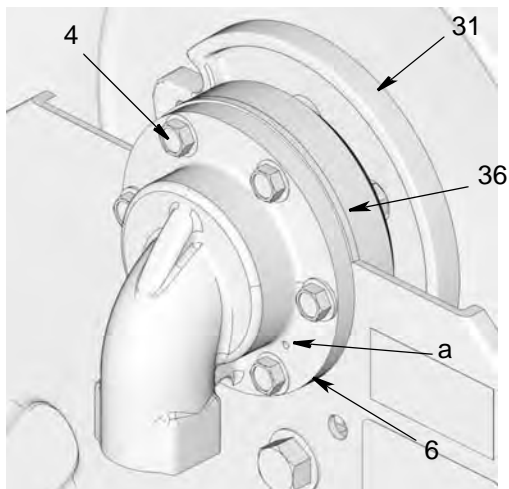

ABB. 20
- Der Einlass (6) ist mit einer Drainageöffnung (a) ausgestattet (ABB. 20), mit der Undichtigkeiten erkannt werden können.
2. Sechs Schrauben (4) entfernen (ABB. 20).